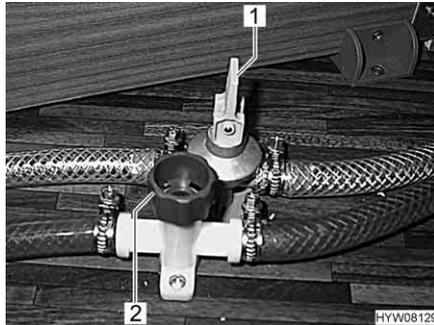

Fig. 153 Llaves de desagüe
- Cerrar todas las llaves de desagüe de la caldera. Para esto, poner el balancín (Fig. 153,1) en posición horizontal o bien girar la tapa (Fig. 153,2) en sentido de las agujas del reloj.
- Abrir todas las llaves de desagüe de la caldera. Para esto, poner el balancín (Fig. 153,1) en posición vertical o bien girar la tapa (Fig. 153,2) en sentido contrario a las agujas del reloj.